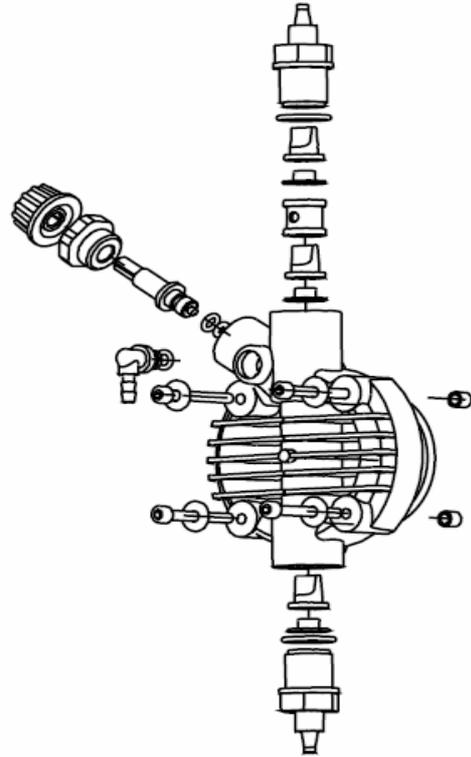

Bild 11: Aufbau des Pumpenkopfes
3. Spülen sie die Flüssigkeitsführende Bauteile, wenn dies nicht möglich ist demontieren sie den Pumpenkopf mit den 4 Schrauben **Bild 11**.
3. Überprüfen sie die Konzentration im Rohrsystem, eine Verringerung der Konzentration kann durch einen Verschleiß der Ventile oder einen verstopften Filter hervorgerufen werden. Gewechselt werden die Schnabelventile wie in **Bild 11** dargestellt.
2. Entfernen sie jegliches Wasser aus dem Pumpenkopf, wenn dies nicht möglich ist, demontieren sie dafür den Pumpenkopf mit den 4 Befestigungsschrauben **Bild11**.
Durch die robuste und durchdachte Konstruktion der Pumpe sind keine offensichtlichen mechanischen Schwachstellen bekannt. Gelegentliche Leckagen kommen in der Regel von gebrochenen Schläuchen oder sich gelösten Überwurfmuttern, zur Schlauchbefestigung. Eine Beschädigung der Membrane oder Pumpenkopfdichtung wurde nur in den seltensten Fällen beobachtet. Diese lassen sich durch Demontage des Pumpenkopfes **Bild 11** leicht auswechseln. Beim Zusammenbau ist auch die richtige Position des O-Ringes und der Schrauben zu achten. Nach der Reparatur muss die Pumpe gründlich gesäubert werden, da die Chemikalien das Pumpengehäuse beschädigen könnten.
Demontieren sie das Saug- und Auslassventil **Bild 11** und prüfen sie dies auf Verschmutzungen. Sollten die Ventile aufgequollen sein, prüfen sie die chemische Beständigkeit der Ventile auf ihre zu dosierende Flüssigkeit. Das Standardmaterial der Ventile ist Viton. Auf Anfrage können verschiedene Materialien und Ventilarten geliefert werden (Schnabelventil/Kugelrückschlagventil).